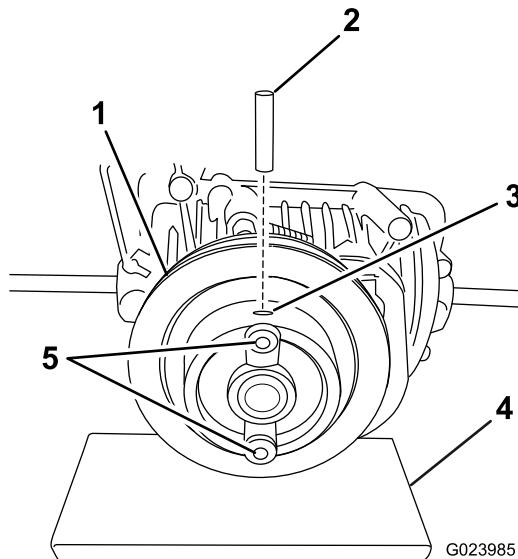

Figura 1
4. Usate un martello e un punteruolo per installare il nuovo perno in uno dei due fori di estremità (Figura 1).
Nota: Sostenete la puleggia mentre inserite il perno per evitare di sollecitare eccessivamente l'albero della trasmissione (Figura 1).
| 5. Installate le due viti incluse nel kit all'interno dei due fori come illustrato in Figura 1. | |